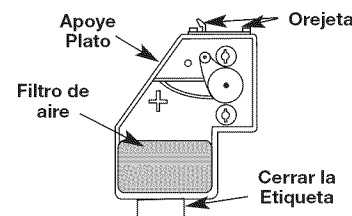

Fig. 24
2. Retire el filtro de aire (Fig. 24).
6. Vuelva a colocar el filtro (Fig. 24).